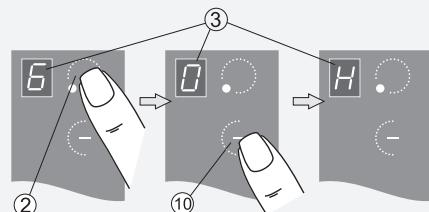

Рис.10
1. Работающую конфорку перевести касанием зоны ② в режим управления (рис. 10).